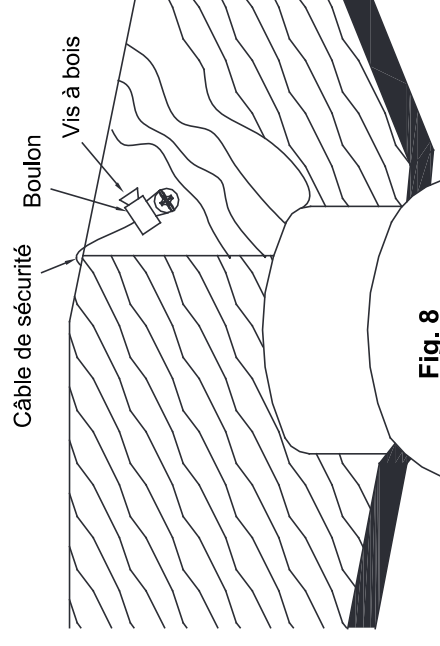

Fig. 8
Étape 2. Insérer le câble de support de sécurité à travers l'étrier de montage et un des trous dans le boîtier électrique dans le plafond. Régler la longueur du câble de support de sécurité pour qu'il atteigne la vis et les rondelles en tirant le câble supplémentaire à travers le serre-câble jusqu'à ce que sa longueur totale soit correcte. Repasser l'extrémité du câble à travers le serre-câble, pour former une boucle à l'extrémité du câble. Serrer le serre-câble fermement. Maintenant, installer la boucle à l'extrémité du câble de support de sécurité autour de la vis à bois et sous la rondelle. Visser la vis à bois fermement (**Fig. 8**)